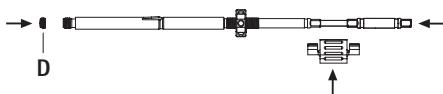

Fig. 12
- ▶ Introdurre il cacciavite nella camicia interna, fissarlo con il distanziatore e inserire la vite di bloccaggio **D**, vedere Fig. 12.